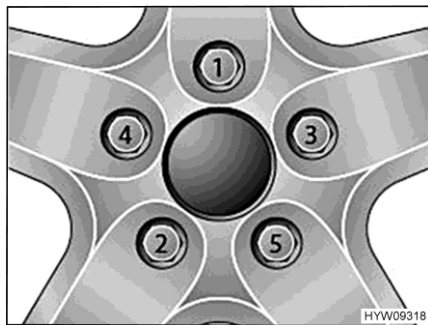

Fig. 105 Serraggio a croce di dadi delle ruote e bulloni delle ruote
- Serrare i dadi delle ruote o i bulloni delle ruote nell'ordine riportato in Fig. 105. A tale scopo, utilizzare una chiave dinamometrica e rispettare la coppia di serraggio indicata (vedi paragrafo 14.5).
- Controllare regolarmente il serraggio dei dadi o dei bulloni. Regolare il serraggio dei dadi delle ruote o dei bulloni delle ruote di una ruota sostituita dopo circa 50 km. A tale scopo, procedere seguendo l'ordine indicato in Fig. 105.
- Se si utilizzano cerchioni nuovi o riverniciati, regolare il serraggio dei bulloni o dei dadi dopo altri 1000 - 5000 km. A tale scopo, procedere seguendo l'ordine indicato in Fig. 105.